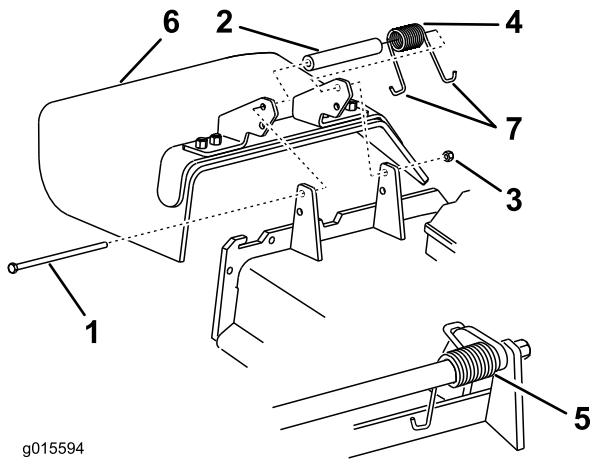

図 82
- デフレクタをピボットブラケットに固定しているロックナット、ボルト、スプリング、スペーサを外す（図 82）。デフレクタを取り外す。
注 必ず J 形端部のひとつをデッキ後部のエッジに引っ掛け、それから 図 82 のようにボルトを取り付けてください。
3. ボルトとナットを取り付ける。J 形端部のひとつをデフレクタに引っ掛ける（図 82）。